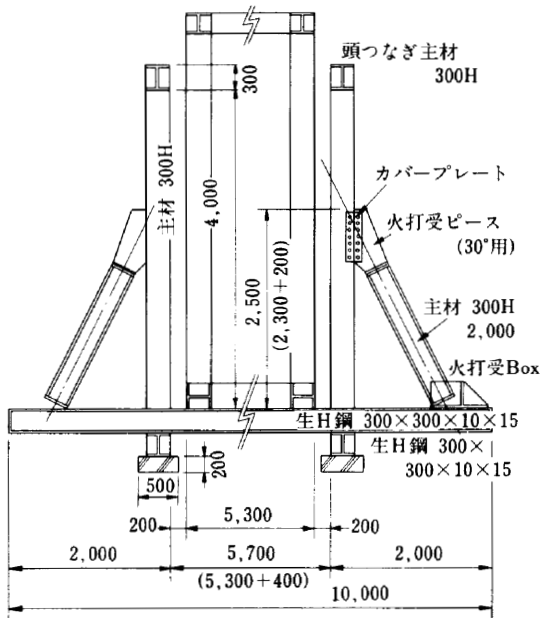

Fig.3 地組用構台
- 2) MT梁の地組：このMT梁を屋根上の取付場所で組むことは、万一の地震等を予想すると危険が大きく、安全に組立てるにはどうしても地組しかない。地組することによって、支点間の図面上の距離と組立誤差による距離の相違を確認できるなどのメリットがある。地組用構台の詳細をFig.3に示す。地組時のチェックポイントは、むくり(積載荷重時を考慮し40mmとした)、水平、建入れ、各部の直角性などでこれらをチェックリストにもりこみ、チェックした後、5ブロックに分けるジョイント部を除いて本締を行った。